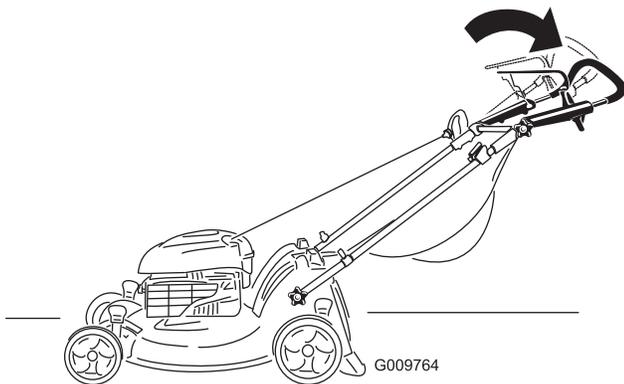

Bild 20
2. Positionieren Sie den oberen Bügel nach Wunsch (Bild 20).